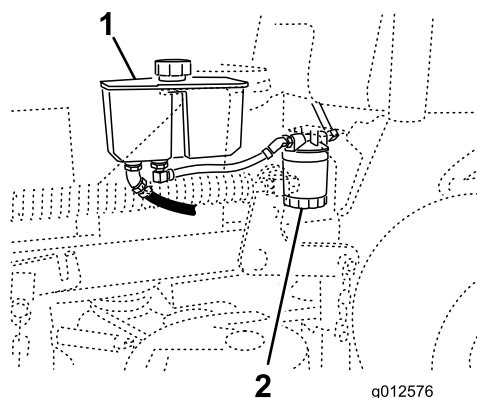

Figure 75
- Trouvez le filtre et placez un bac de vidange au-dessous (Figure 75).